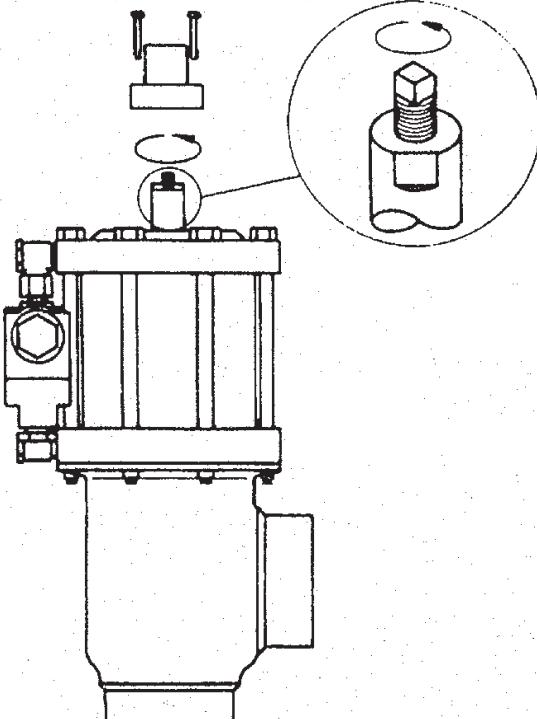

Fig. 5
In case of power loss the GPS valve will close (NC). The valves without forced closing device can be opened by hand, if the cap is removed and the spindle is turned anti-clockwise. To close the valve, turn the spindle clockwise. The spindle must be screwed to the lowest possible position during normal operation (Fig. 5).
Ved strømsvigt lukker GPS ventilen (NC). Ventilene uden tvangslukningsmekanisme kan åbnes ved håndkraft, hvis hætten fjernes, og spindlen drejes mod uret. Ventilen lukkes ved at dreje spindlen med uret. Spindlen skal være skruet i lavest mulige position under normal drift (Fig. 5).
En caso de corte de corriente, se cierra la válvula GPS (NC). Las válvulas sin dispositivo de cierre forzado pueden abrirse con la mano, desmontando la caperuza y haciendo girar el vástagos en el sentido contrario a las agujas del reloj. La válvula se cierra girando el vástagos en el sentido de las agujas del reloj. El vástagos debe estar apretado en la posición más baja posible durante el funcionamiento normal (Fig. 5).